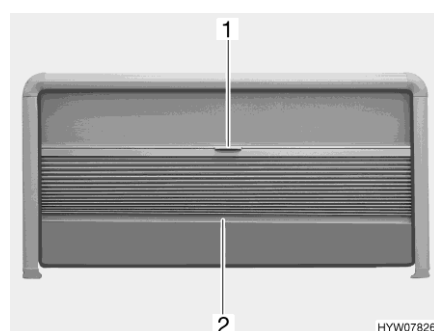

Fig. 41 Tendina oscurante pieghevole e zanzariera a rullo (finestra apribile)
- Afferrare la tendina oscurante pieghevole al centro dell'asta di chiusura (Fig. 41,2) e tirare delicatamente verso il basso.
- Tenere la parte centrale dell'asta di chiusura (Fig. 41,2) della tendina oscurante pieghevole e spingere quest'ultima verso l'alto con cautela.
- Tirare la zanzariera a rullo verso il basso utilizzando la maniglia (Fig. 41,1).
- Spingere la zanzariera a rullo completamente verso l'alto utilizzando la maniglia (Fig. 41,1).